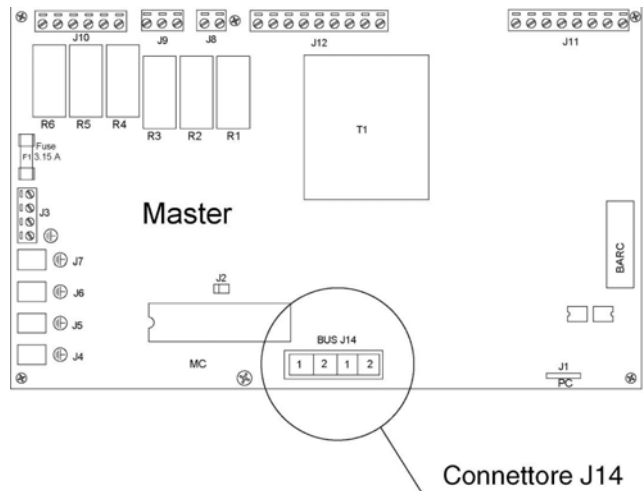

Figura 22
- a. Disconnettere il connettore J14 a 4 poli dalla scheda Master (vedi Figura 22);